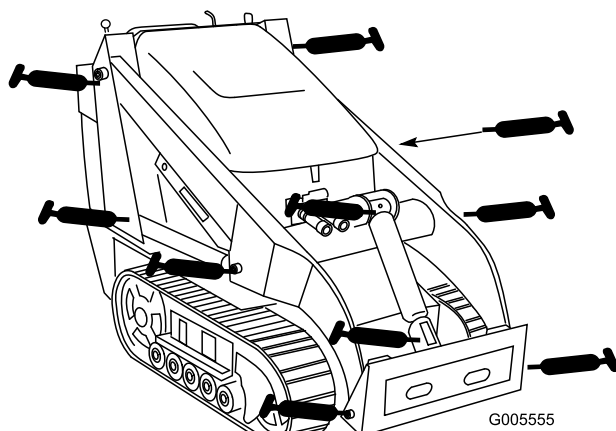
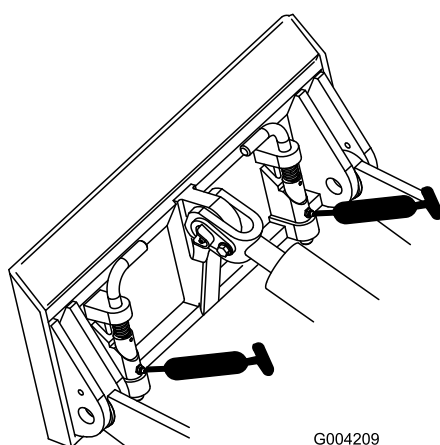

Figura 28
Figura 29
3. Conecte una pistola de engrasar a cada punto de engrase (Figura 28 y Figura 29).